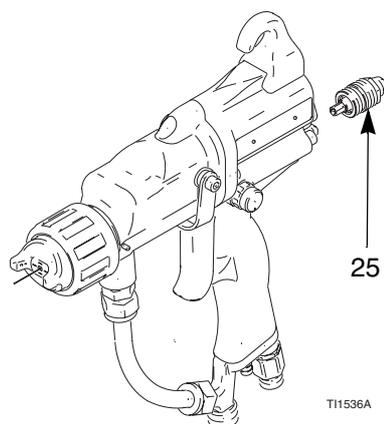

Fig. 17. Vanne de réglage du produit
2. Démontez la vanne de réglage produit (25). Elle ne peut être remplacée que par un ensemble complet. Voir Fig. 17.
3. Vissez la vanne (25) sur la poignée du pistolet. Serrer à 1,7-2,8 N.m.